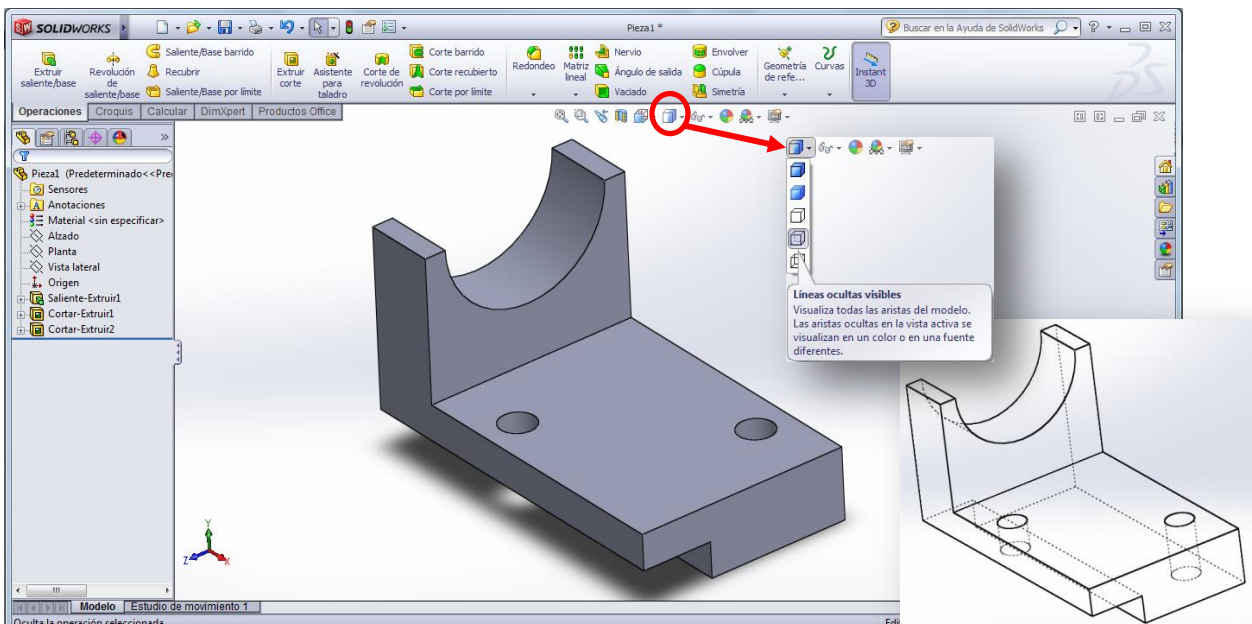

Figura 12. Soporte de cuña construido completamente.
- i) Se completa el croquis y, en la pantalla que aparecerá para editar los parámetros de la operación, se seleccionará nuevamente la opción “por todo”, para que los agujeros atraviesen completamente la base. El sólido final se observa en la Figura 12. Si se desea visualizar la pieza con las líneas ocultas, se selecciona la opción como se indica en la misma figura.